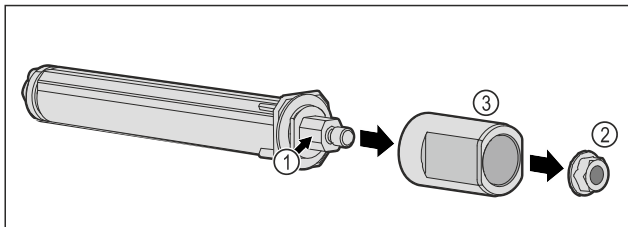

Fig. 58
- ▶ Μην αποσυναρμολογείτε το σύστημα κλεισίματος πόρτας Fig. 58 (1).
- ▶ Αφαιρέστε το παξιμάδι Fig. 58 (2).
- ▶ Αφαιρέστε το χιτώνιο Fig. 58 (3).